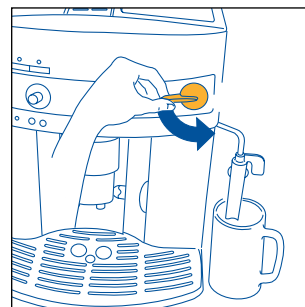

Fig.5
3. **MED EN GANG ETTERPÅ, INNEN 30 SEKUNDER**, vri dampbryteren mot urviserne helt til den stanser (fig. 5) (det er helt vanlig at maskinen bråker når du gjør dette).
- Vri dampbryteren en halv gang mot urviserne helt til den stanser (fig. 5): Det vil nå komme varmt vann ut av cappuccinomaskinen som samles opp i beholderen under.
- Slipp ut litt damp i noen sekunder ved å vri dampbryteren mot urviseren helt til den stanser (fig. 5). Når du gjør dette vil røret slippe ut eventuell melk som kan ha blitt igjen. **VIKTIG:** Av hygieniske årsaker anbefaler vi at du alltid gjør dette for å unngå at melken størkner i cappuccinomaskinens interne kretser.